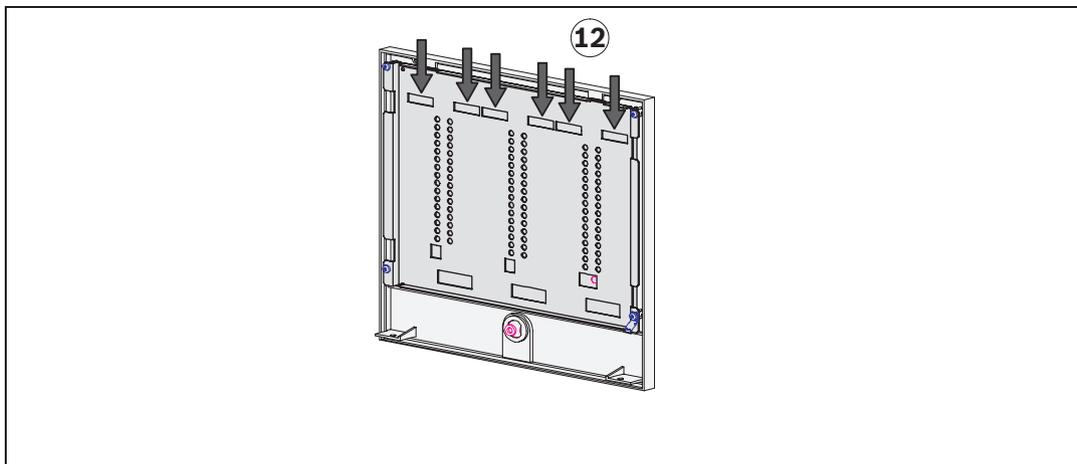

Figura 4.7: Introducción de las tiras de etiquetado
11. Las tiras de etiquetado para módulos detectores pueden imprimirse de forma individual con una impresora láser estándar. En el CD proporcionado con el controlador de la central MPC se incluye un archivo con extensión ".dot" (Print_BAT100LSN.dot). Introduzca las tiras de etiquetado impresas en las ranuras de la parte posterior de la tapa de la carcasa (consulte la *figura 4.7 (12)*).